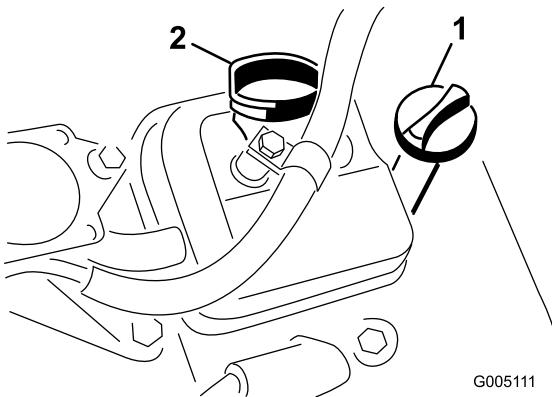

Figure 25
3. Revissez la jauge dans le tube en l'enfonçant au maximum (Figure 25).